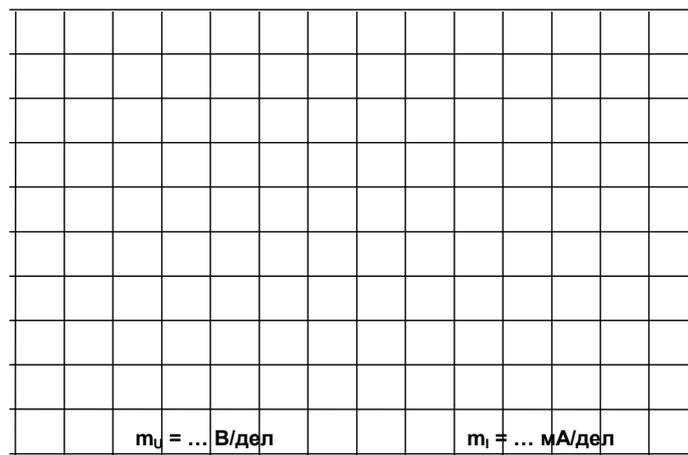

Рисунок 8.17 – Векторные диаграммы для каждого случая
- Постройте в одинаковом масштабе векторные диаграммы на рис. 8.17 для каждого из рассмотренных случаев.